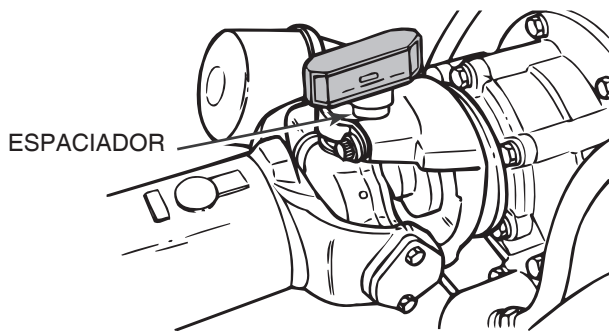
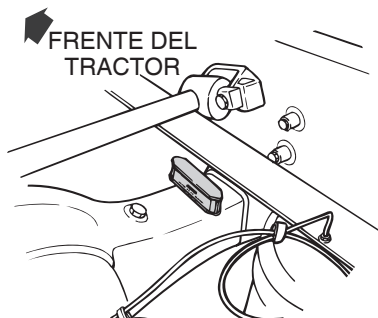

Figura 13.18
Figura 13.19
Posicione el inclinómetro o transferidor de nivel de burbuja en un espaciador y en el yugo de entrada, en una parte lisa y plana del tubo del eje (el lado “largo”, lejos de la carcasa y cerca del perno en “U”) de la suspensión para medir el ángulo del eje impulsor trasero. Figura 13.18 y Figura 13.19.
**NOTA:** Figura 13.19 es el método preferente de medición.